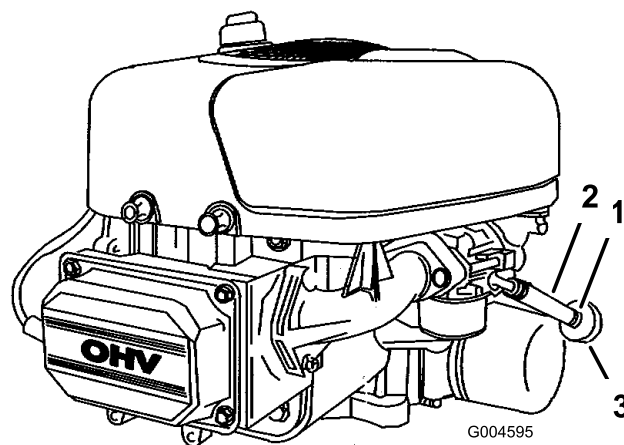

Figura 27
8. Premete le estremità della fascetta stringitubo e sfilatela dal tubo del carburante in direzione del serbatoio (Figura 27).
9. Staccate il tubo del carburante dal filtro (Figura 27) e spurgate la benzina in una tanica o in una bacinella di spurgo.
Sostituire il filtro carburante ogni 100 ore di funzionamento oppure ogni anno, optando per l'intervallo più breve. Il momento più opportuno per sostituire il filtro del carburante (Figura 27) è quando il serbatoio del carburante è vuoto. Non rimontate mai il filtro carburante sporco dopo averlo tolto dal tubo di alimentazione del carburante.
7. Premete le estremità delle fascette stringitubo ed allontanatele dal vecchio filtro del carburante (Figura 27).